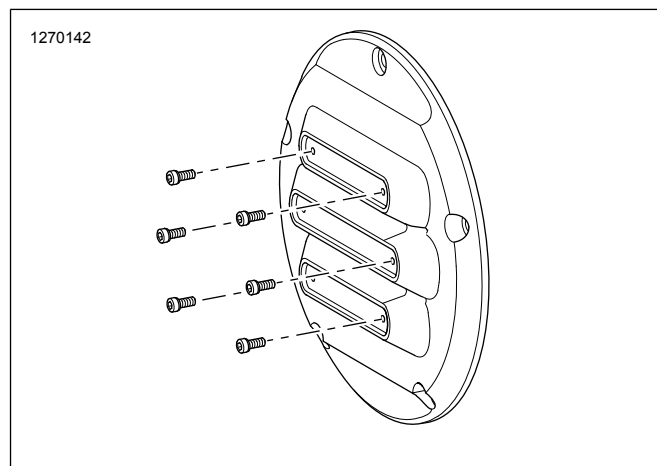

Figura 3. Viti decorative
6. **Kit: Solo per 25700768, 25700822, 25700825, 25700826:** Vedere Figura 3. Installare le viti decorative nel coperchio.